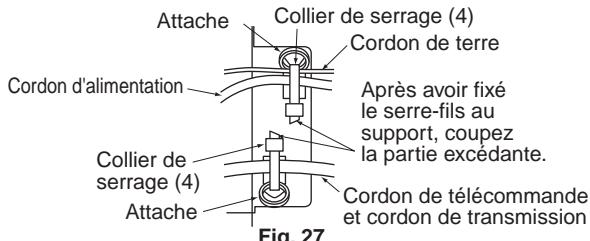

Fig. 27
Tout en tenant le couvercle de la boîte de commutation, desserrez les deux vis de fixation, retirez le couvercle de la boîte de commutation, faites correspondre les phases du bloc des bornes du bloc d'alimentation interne (2P) et effectuez les connexions. Cette opération terminée, utilisez le serre-fil fourni (4) pour fixer les câbles reliant les unités au point d'ancrage. (Reportez-vous à la Fig. 27)